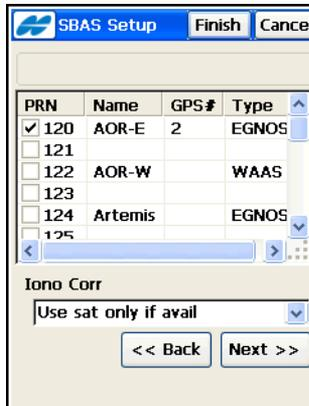

Abbildung 4-53. SBAS-Einrichtung
- Für SBAS-Korrekturen (Satellite-Based Augmentation Systems) wählen Sie die Satelliten eines Systems (WAAS/ EGNOS/MSAS), um die Genauigkeit der DGPS-Lösung zu verbessern (Abbildung 4-53 auf Seite 4-45):